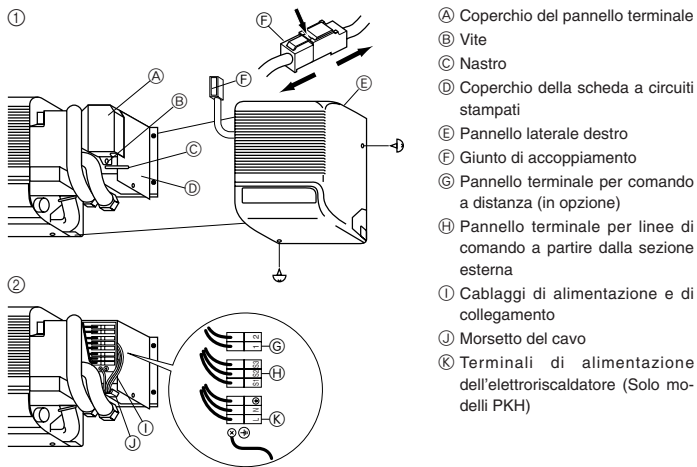

Fig. 6-1
6.1. Sezione interna (Fig. 6-1)
- ① Rimuovere il pannello laterale destro.